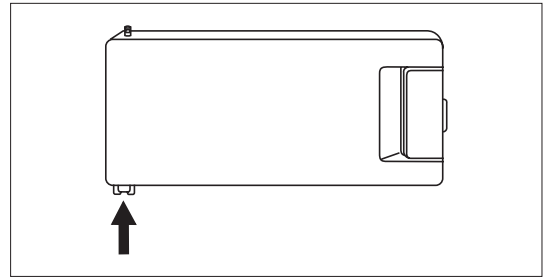

Abb. 8
- Gefrierfachtür um 180° drehen und wieder einsetzen. (Bild 8).